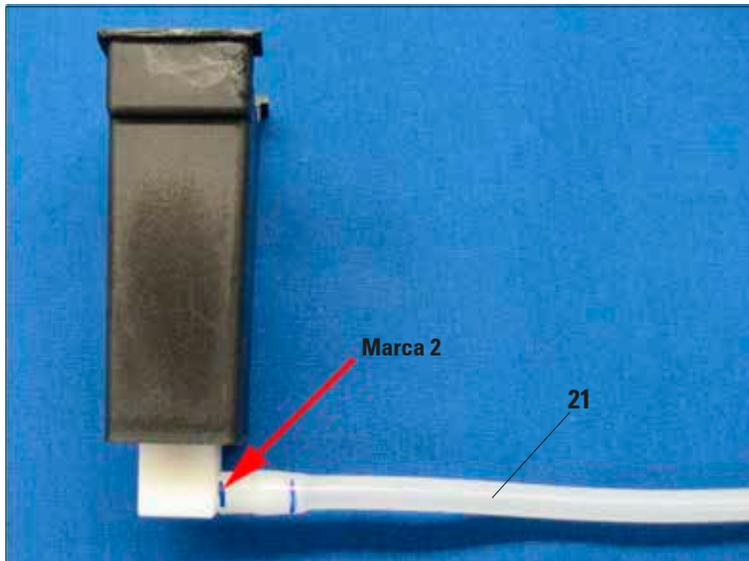

Fig. 26
- A continuación, presionar el tubo (21) totalmente en la conexión girándolo hasta que su extremo esté alineado con la superficie lateral de la conexión (fig. 26).